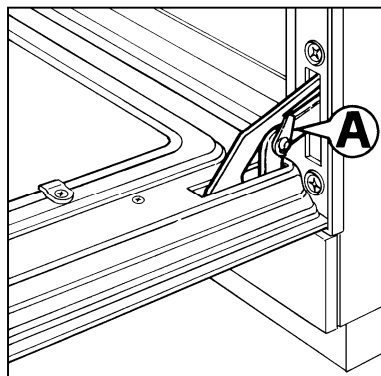

Fig. 3
- enganchar los anillos "A" en las sedes de las bisagras (Fig. 3);